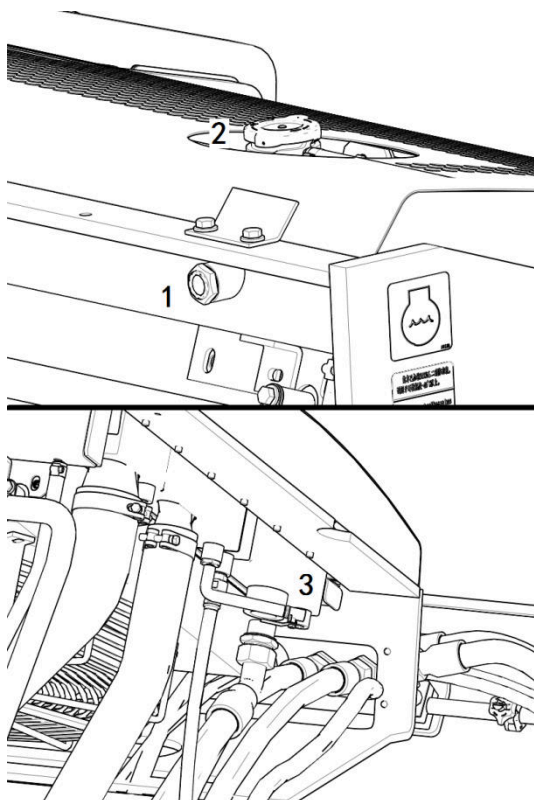

Рисунок 3-36 Водяной радиатор
4. Замена охлаждающей жидкости (Рис. 3-36)